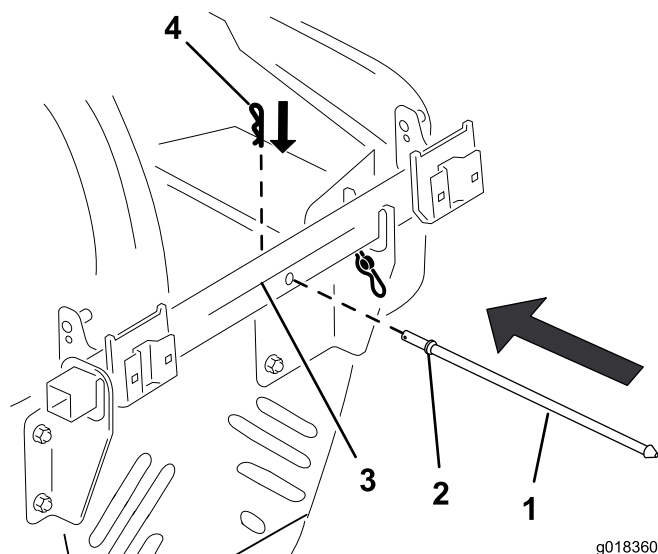

Bild 12
1. Fluchten Sie die Abdeckungsstange so aus, der der Anschlagflansch zum Stützrahmen des Füllkastens zeigt (Bild 12).
2. Stecken Sie die Stange durch das Loch im Stützrahmen des Füllkastens, bis der Anschlagflansch an der Rückseite des Rahmens anliegt (Bild 12).
3. Stecken Sie den Splint durch das Loch in der Abdeckungsstange, um die Abdeckungsstange am Stützrahmen zu befestigen (Bild 12).